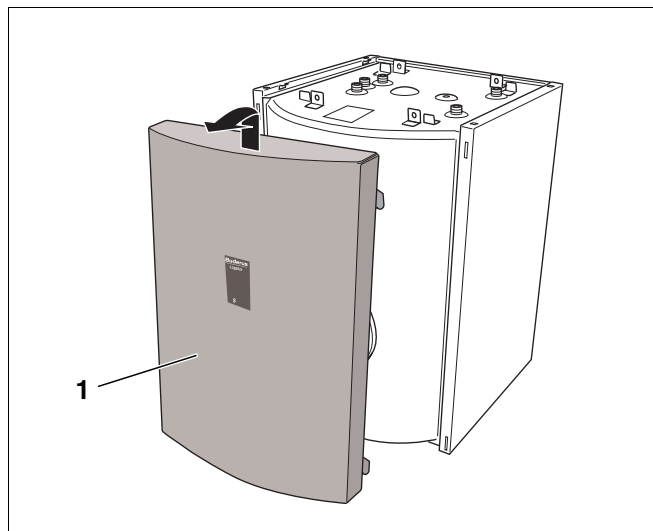

Abb. 5 Vorderwand abnehmen
- Vorderwand (Abb. 5, **Pos. 1**) vom Warmwasserspeicher abnehmen. Dazu Vorderwand leicht anheben und oben nach vorne ziehen.